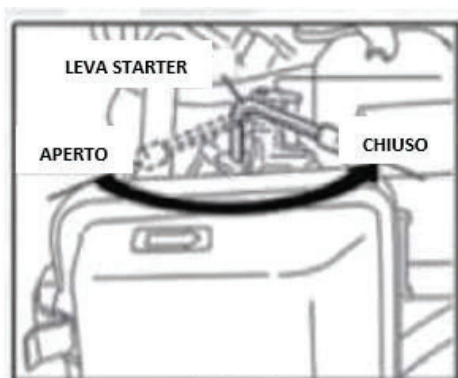

Figura 1
Per i modelli di generatori 1KVA far riferimento alla Figura 1.
- 6.5.2. Posizionare l'interruttore salvavita nella posizione "OFF" (figura 1).